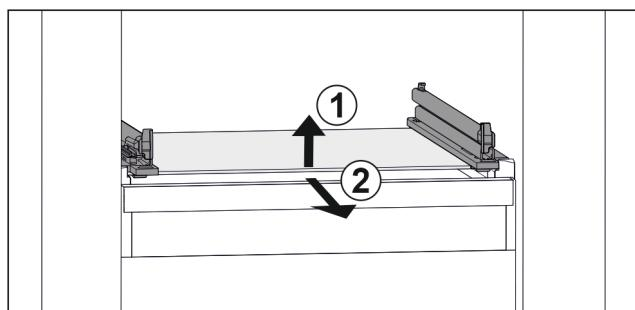

Fig. 38 Приближене відображення скляної пластини
- Підняти скляну пластину спереду. Fig. 38 (1)
- Вийняти скляну пластину рухом вперед. Fig. 38 (2)